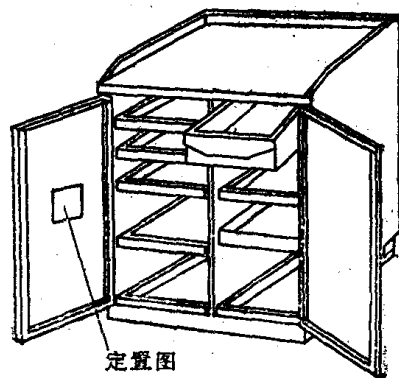

图1-1 工具箱
① 上班前向机床各油孔注油,并使主轴低速空转1~2min,让润滑油散布到各润滑点。
② 操作时切削用量不能选得过大,防止机床因超负荷运转而损坏。机床导轨上不应直接安放工具和杂物。
③ 主轴运转时不得变换转速,进给箱变速时允许在低速情况下进行。
④ 下班前应清除车床上及车床周围的切屑,并在各油孔及导轨上加油。
4) 工具、刃具和量具都要按现代工厂对定置管理的要求,做到分类定置和分格存放,图1-1为工厂中常用的工具箱。使用时要